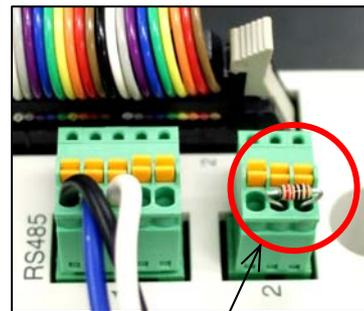
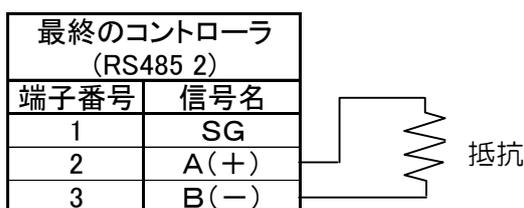

図5-4
図5-7
- ①最後のコントローラにはコントローラ付属の抵抗を接続します。(図5-4, 図5-7参照)